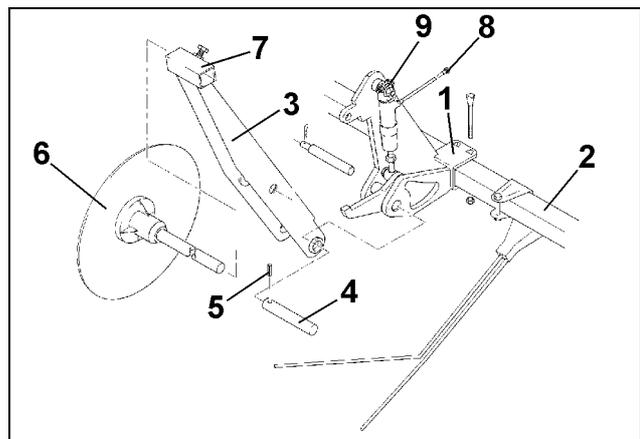

Fig. 39
- Fixez deux supports de montage (Fig. 39/1) sur le recouvreur FlexiDoigts
- Brochez le support de disque traceur (Fig. 39/3) avec un axe (Fig. 39/4) et une goupille de serrage (Fig. 39/5) et bloquez
- Insérez les disques traceurs (Fig. 39/6) dans les supports de disques traceurs (Fig. 39/3) et bloquez avec des vis six pans (Fig. 39/7)
- Raccordez les flexibles hydrauliques (Fig. 39/8) aux deux vérins hydrauliques (Fig. 39/9) et raccordez les ensemble au vérin hydraulique des glissières de jalonnage sur la tête de distribution, au niveau du clapet électro.-hydr.